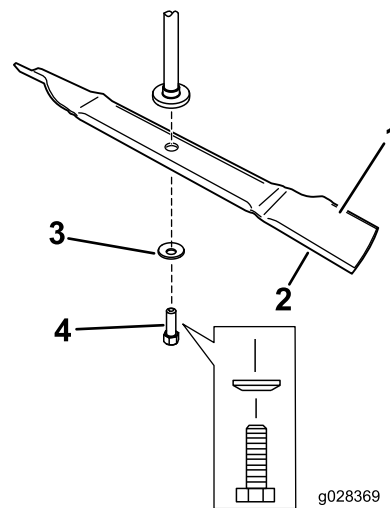

Figure 9
1. Placez la lame sur l'axe (Figure 9).
2. Posez la rondelle bombée (face concave vers la lame) et le boulon de lame (Figure 9).
Remarque: Ne posez pas le renfort. Ces lames n'ont pas besoin de renfort (Figure 9).